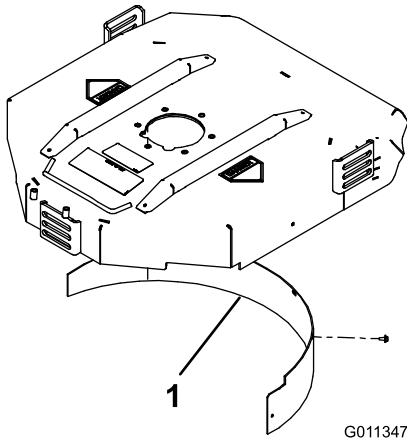

Figura 15
2. Instale el deflector de mulching en la abertura trasera y sujételo con 5 pernos con arandela prensada (Figura 15).